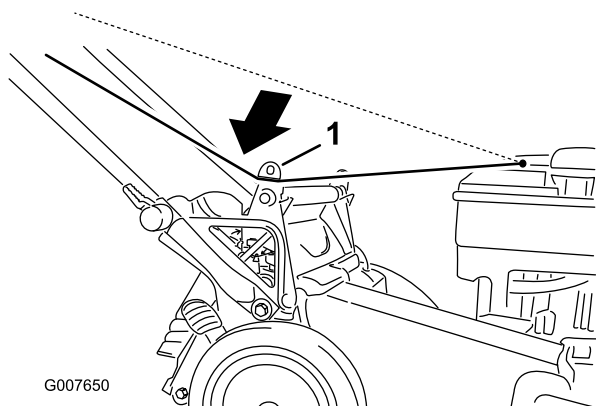

Figura 26
1. Avvolgete il cavo di avviamento attorno al guidacavo inferiore (Figura 26).